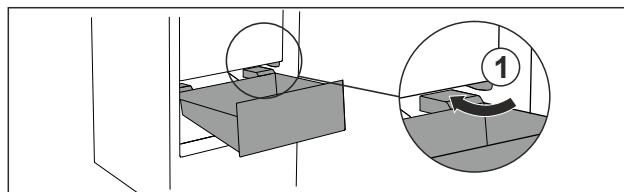

Fig. 94
- ▶ Poprowadzić szufladę ukośnie wokół stoperów Fig. 94 (1).